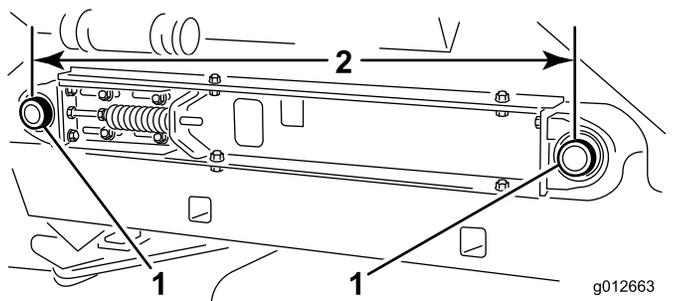

Рисунок 20
7. Измерьте расстояния между средними точками осей роликов ленты транспортера с каждой стороны машины, чтобы убедиться, что эти расстояния одинаковы (Рисунок 20).